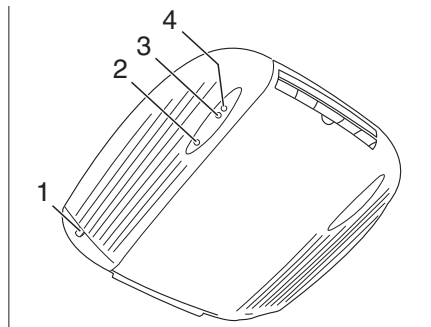
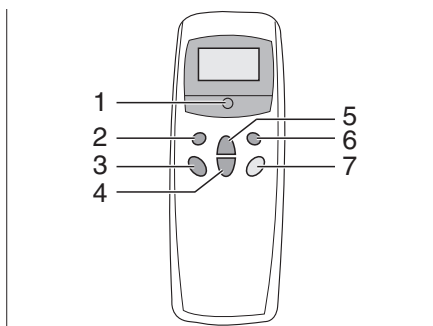

Fig. 181 Vista interior
Fig. 182 Mando a distancia
La instalación de aire acondicionado está colocada en el techo del vehículo. El mando a distancia (Fig. 182) para la instalación de aire acondicionado se encuentra en la zona de la cocina.
- Conectar el vehículo a la alimentación de 230 V. La instalación de aire acondicionado está lista para el funcionamiento. El LED rojo (Fig. 181,2) luce.
- Conectar el mando a distancia con el interruptor (Fig. 182,5).
- Ajustar con la tecla (Fig. 182,1) el modo de funcionamiento deseado. La luz de control verde (Fig. 181,3) indica el funcionamiento de la refrigeración, la luz de control rojo (Fig. 181,4) el funcionamiento de la calefacción.
- Caso necesario ajustar con las teclas (Fig. 182,3 y 4) la potencia del ventilador y la temperatura ambiente deseadas.
- Para la desconexión pulsar de nuevo la tecla (Fig. 182,5) en el mando a distancia.